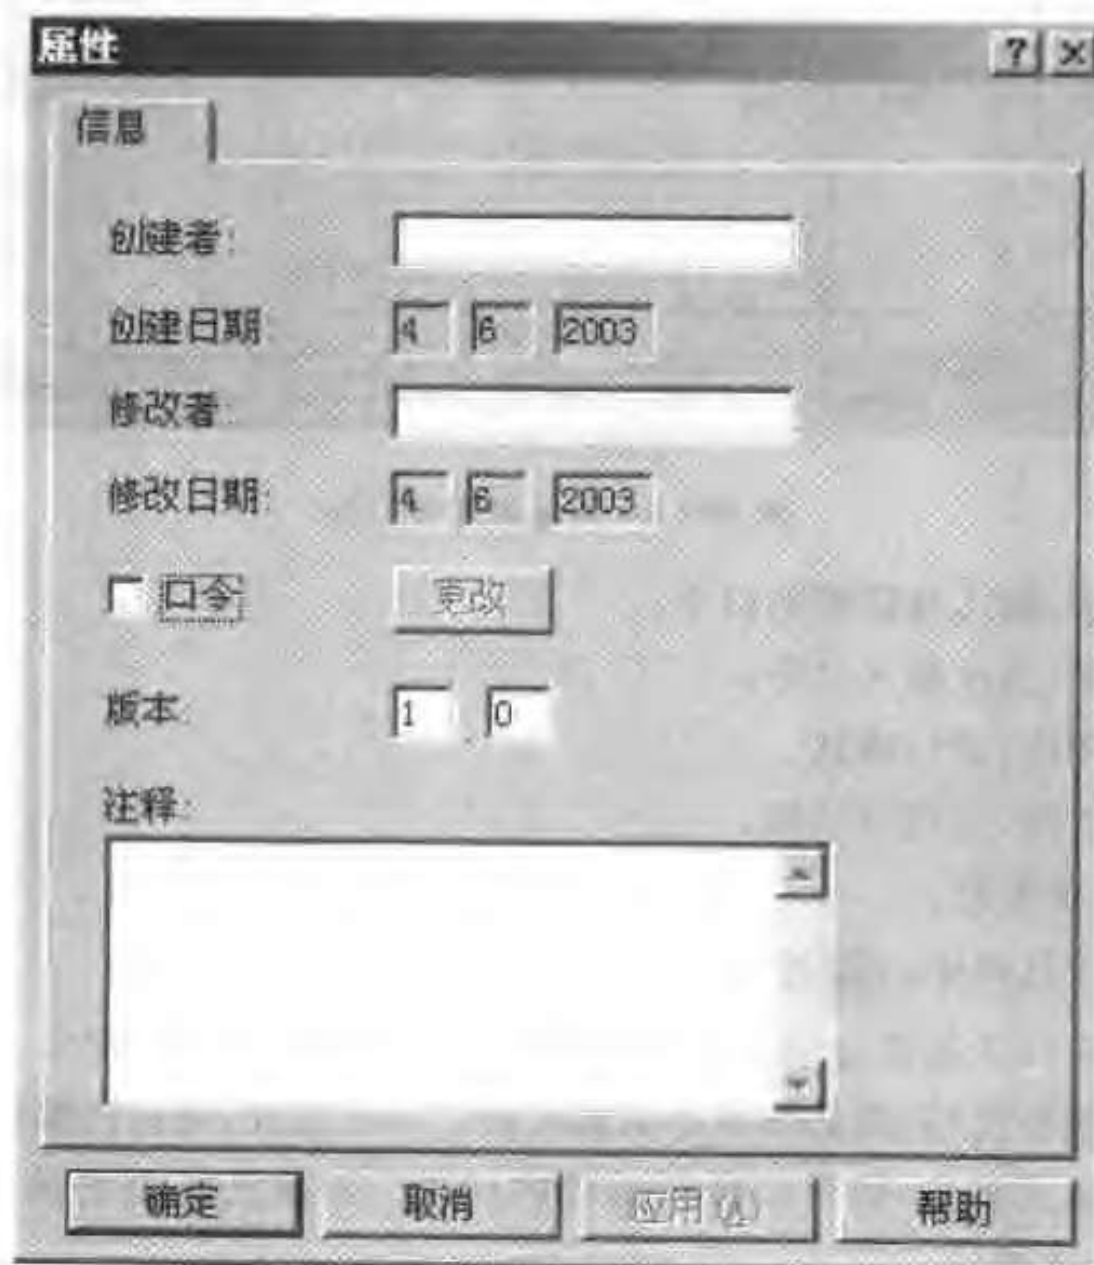

图 10-8 函数“属性”对话框
- 按下“编辑”工具栏中的  按钮,打开“属性”对话框,如图 10-8 所示。